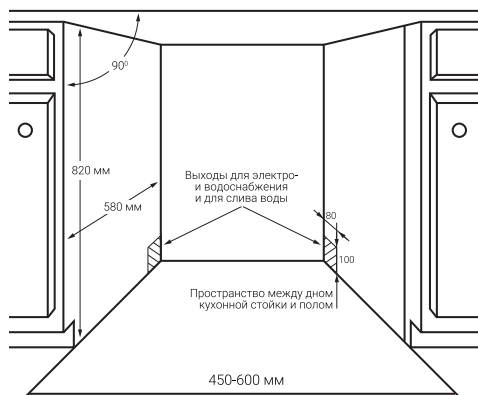

Рис. 1. Размеры кухонной стойки менее 5 мм между верхней частью машины и кухонной стойкой. Дверца должна быть вровень с кухонной стойкой
1. Выбирайте место для установки рядом с раковиной, что облегчает подключение шлангов для подачи и отвода воды (рис. 1).